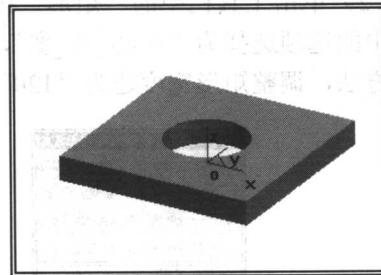

图 0-7 拉伸实体
(3) 在“深度”输入框内双击鼠标左键，键入“10”，单击确定按钮，在绘图区中出现拉伸特征实体造型，单击屏幕上方的“真实感显示”按钮，系统以渲染方式显示图形，如图 0-7 所示。